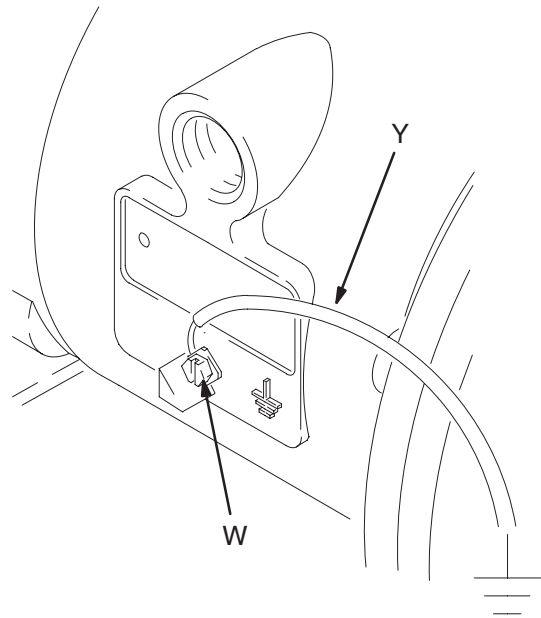

Abb. 1
- **Pumpe:** Ein Erdungskabel und eine Klammer, wie in Abb. 1 dargestellt, anschließen. Lösen Sie die Erdungsschraube (W). Drehen Sie ein Ende eines Erdungsdrahtes (Y) mit mindestens 1,5 mm2 um den hinteren Teil der Erdungsschraube und ziehen Sie die Schraube fest an. Das Klemmenende des Erdungsdrahtes mit einem guten Massepunkt verbinden. Bestellen Sie mit der Teilenummer 819.0157 (Erdungskabel und Klemme).